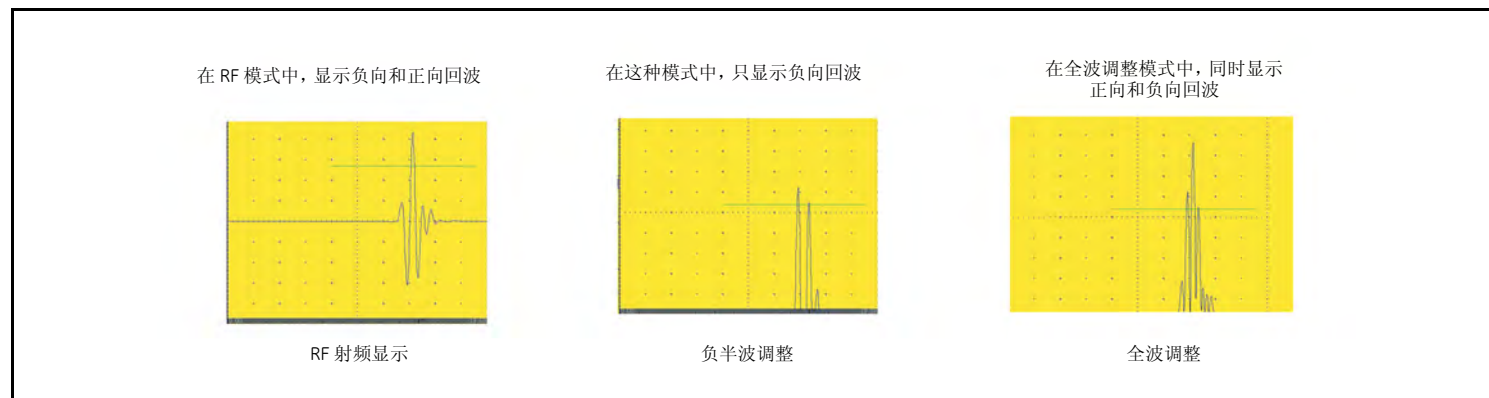

图 14：典型 RF 和调整信号
调整将影响 A 扫描在显示屏上的方向。A 扫描表示从被测材料返回到仪器的声脉冲（即回波）。一系列的回波看起来像射频(RF)信号，如下面的图 14 中所示。请注意，RF 信号在坐标轴下方有负分量，而在坐标轴上方有正分量。在 RF 模式中，门限 A 和门限 B 可定位在坐标轴上方或下方，以通过正向或负向回波触发。调整模式通常由选择的探头自动设置。大多数 GEIT 测厚仪探头的设计可用于负波调整中。
- *负半波调整*表示只显示 RF 信号的下（即负）半部分（请参见第 43 页图 14）。请注意，虽然仅显示 RF 信号的负半部分，但是其显示方向与正分量相同，以方便查看。
- *全波调整*将正负调整信号组合在一起，并均以正向显示（请参见第 43 页图 14）。